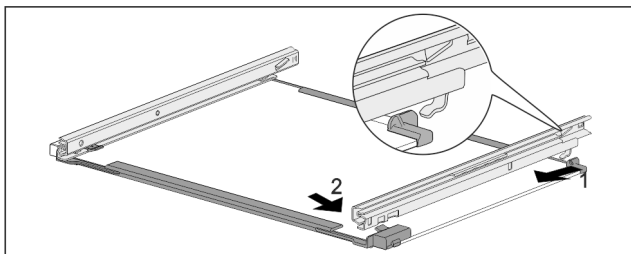

Fig. 174 Staklena ploča s vodilicama
- Zakvačite vodilicu sa stražnje strane. Fig. 174 (1)
- Uglavite vodilicu s prednje strane. Fig. 174 (2)